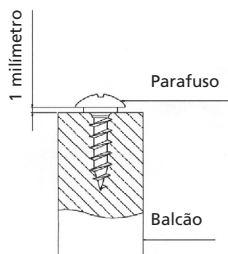

Fig. 10
- Utilizar os parafusos para a fixação da pia-fogão nos locais marcados, e com uma chave de fenda fixe-os, deixando cerca de 1 mm de espaço entre a cabeça do parafuso e a parte de cima do balcão ou móvel [Fig. 10].